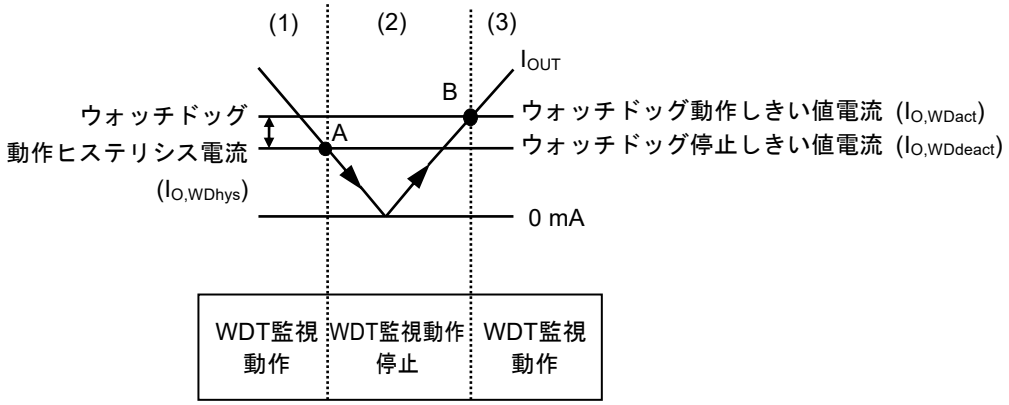

図39 自律ウォッチドッグ動作機能
- (1)レギュレータの I_{OUT} がウォッチドッグ動作しきい値電流 ($I_{O,Wdact}$) 以上で、WADJ端子電圧 (V_{WADJ}) は基準電圧 (V_{ref}) より高くなり、コンパレータ (C1) の出力は "H" になります。このとき、ウォッチドッグタイマは監視動作を行います。
- (2) I_{OUT} が低下し、ウォッチドッグ停止しきい値電流 ($I_{O,Wddeact}$) (図39のA点) 以下になると V_{WADJ} は V_{ref} 以下となり、C1の出力は "L" になります。このとき、ウォッチドッグタイマは監視動作を停止します。 I_{OUT} が上昇しても、 $I_{O,Wdact}$ 未満の場合、ウォッチドッグタイマは監視動作を停止したままです。
- (3)さらに I_{OUT} が上昇して $I_{O,Wdact}$ (図39のB点) 以上になると V_{WADJ} は V_{ref} 以上になり、C1の出力は "H" になり、ウォッチドッグタイマは監視動作を開始します。